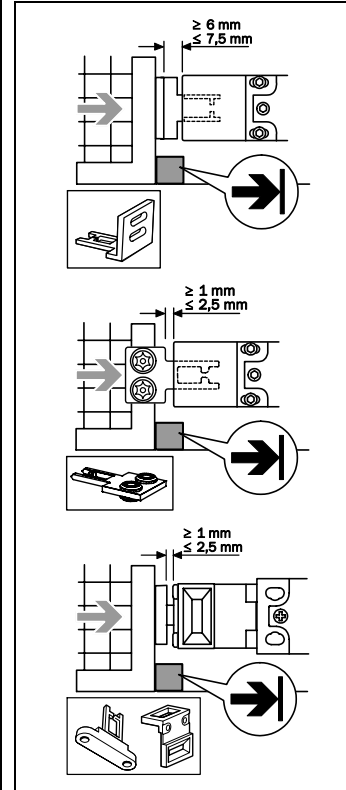

Fig. 2: Montaje del accionador y interruptor de seguridad
⚠ Interruptores de seguridad y accionadores no deben usarse como topes, ver Fig. 2.
- Colocar el tope adicional para la parte móvil del dispositivo de protección (ver Fig. 2).
- Tener presente la profundidad de introducción de los accionadores (ver Fig. 2).